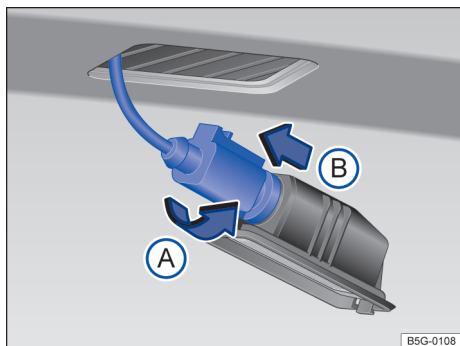

Fig. 196 Luz da lanterna da placa de licença: desinstalação do suporte da lâmpada.
- 4 Gire o suporte da lâmpada no sentido da seta → Fig. 196 **A** e o extraia junto com a lâmpada no sentido da seta **B**.